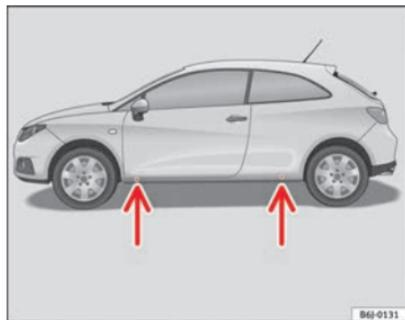

Fig. 139 Puntos de apoyo del gato
- Busque en el larguero inferior del vehículo el punto de apoyo mas cercano a la rueda pinchada ⇒ fig. 139.
En el larguero inferior van marcados los lugares en los que se puede apoyar el gato ⇒ fig. 139. Se ha previsto un lugar para cada rueda. El gato no debe colocarse en otros lugares.